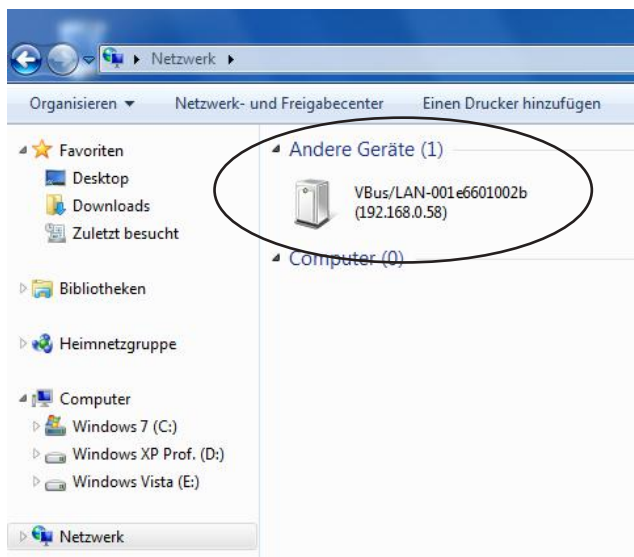

Abb. 6
- Der Schnittstellenadapter VBus®/LAN erscheint unter **Andere Geräte** (Abb.6; Windows XP: Netzwerkumgebung).